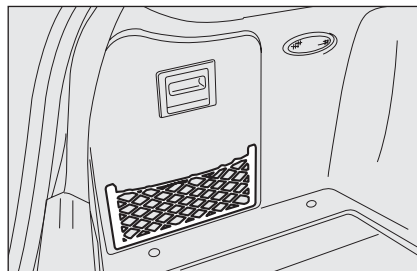

fig. 11
- **fig. 11** - versión con tapa lateral (donde esté prevista)